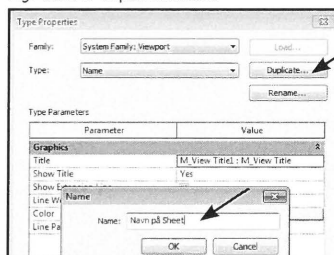

Fig. 03.57. *Duplicate*.
- Vælg *Duplicate* og navngiv eksempelvis igen *Navn på Sheet* (Fig. 03.57).